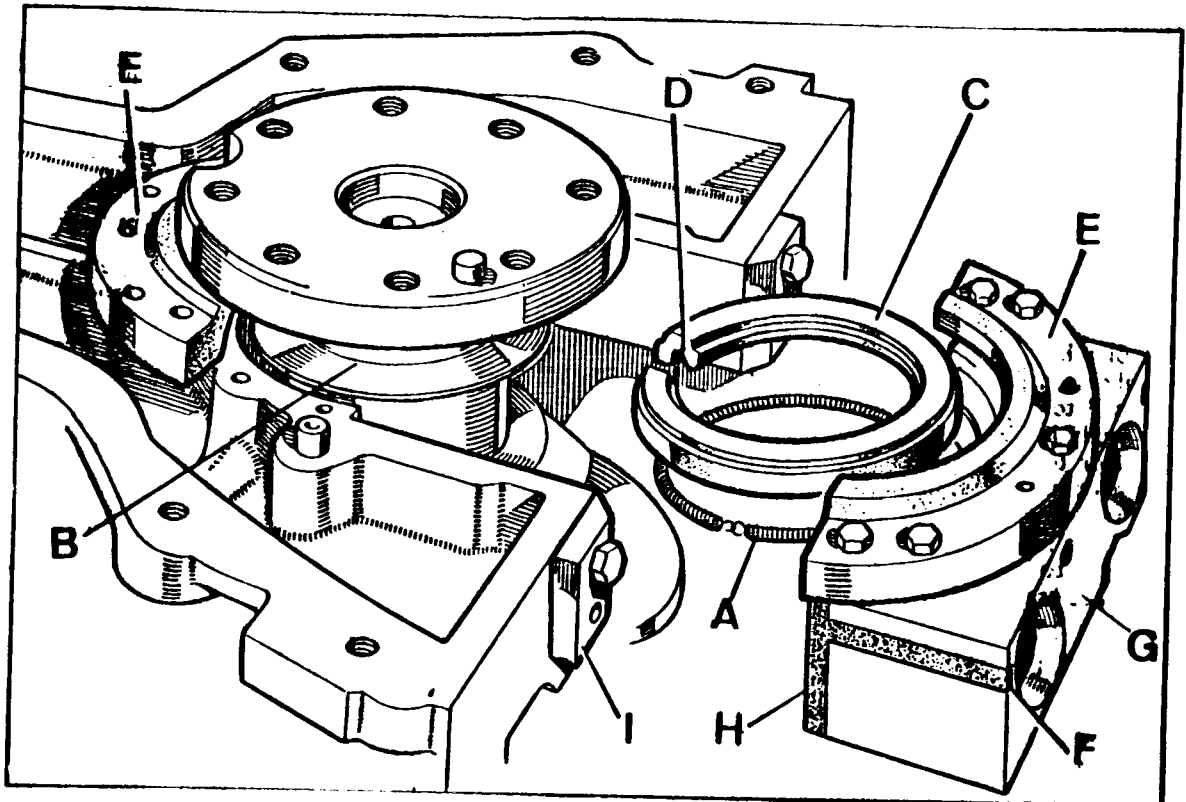
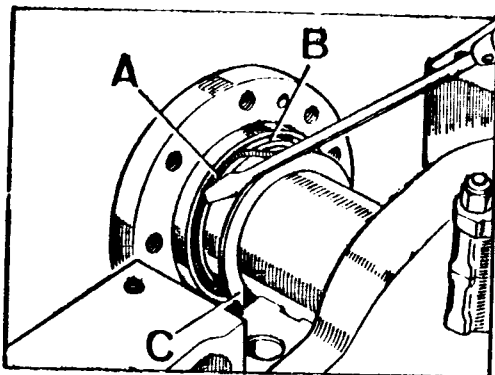

Fig. A1-0 Detalles del retén trasero del cigueñal
Fig. A1-P Montaje del muelle compresor del retén
- 1.11. Desmontar el reten, C (Fig. A1-0) y el muelle compresor, A.
- 2.1. Situar el muelle, A (Fig. A1-0) sobre el cigueñal, encajándolo en su alojamiento del muñón, B, y enganchar sus extremos, teniendo cuidado de no de formar el muelle al realizar esta operación.
- 2.2. Extender una capa de grasa silicona MS-4 sobre la zona de roce del reten en el cigueñal y sobre los costados y labio de obturación del reten, C - - (Fig. A1-0).
- 2.3. Colocar el muelle, A (Fig. A1-0) de forma que el punto de enganche quede situado según se indica en la figura. Con un destornillador pequeño se irá empujando el muelle (Fig. A1-P) hasta que se introduzca en el hueco del retén.
- 2.4. Girar el retén hasta que el corte, D (Fig. A1-0) quede situado en el eje vertical del motor y apuntando hacia la culata. Esta posición, que es la de trabajo, es muy importante.
- 2.5. Instalar las dos mitades del porta-retén, E (Fig. A1-0), asegurándose de que el retén queda bien alojado en la mitad superior.
- 2.6. Montar dos empaquetaduras de corcho, F (Fig. A1-0) sobre la tapa del cojinete trasero, G, haciéndole de antemano un biselado en la zona, H. Engrasar la zona deslizante de la tapa y montarla sobre el bloque haciendo uso de las guías, I, 270304.